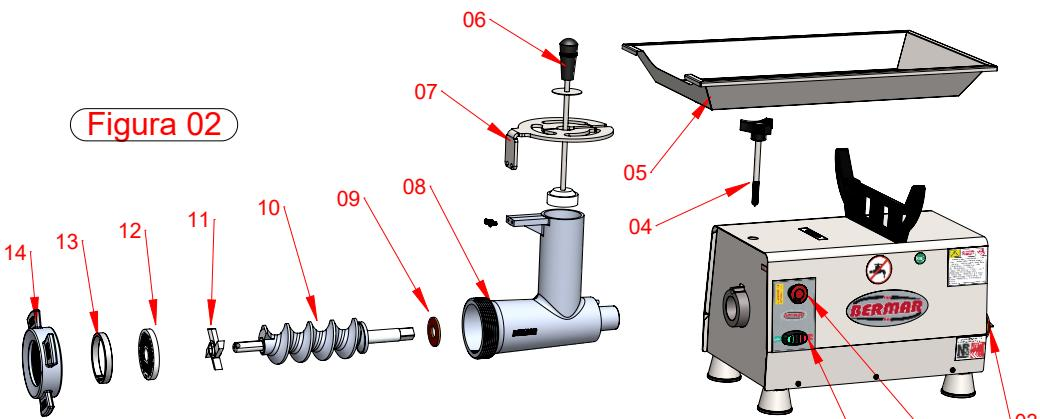

Figura 02
2.2.2 Coloque o corpo do Boca 98 (Item 08, figura 02) e aperte o manípulo (Item 04, figura 02) até que a boca fique totalmente fixa.
2.2.3 Encaixe a arruela de celeron (Item 09, figura 02) no caracol (Item 10, figura 02) e introduza-o dentro do Boca 98B (Item 08, figura 02), gire até encaixar.
2.2.4 Na ponta do eixo do caracol (Item 10, figura 02) encaixe a faca (Item 11, figura 02) com o corte virado para frente, o disco perfurado (Item 12, figura 02).
2.2.5 Coloque o volante (Item 14, figura 02), rosqueando-o até encostar no anel de aperto (Item 13, figura 02), não é necessário apertar demasiadamente, isso poderá provocar a quebra de componentes ou travamento da boca.
2.3.1 Coloque o produto a ser moído sobre a bandeja (Item 05, figura 02), nunca use as mãos para empurrar o produto, use somente o soquete do fabricante (Item 06, figura 02).
2.3.2 Ligue o aparelho, utilizando o botão Liga/Desliga (Item 01, figura 02), verifique se a chave seccionadora (Item 03, figura 02) esta ligada.
2.3.3 Caso seja necessário utilizar o botão de acionamento de parada (Item 02 figura 02). Para retomar o uso da máquina, é necessário soltar o mesmo, girando-o no sentido indicado no botão. Após esse procedimento, acione o botão Liga/Desliga (Item 01 figura 02).